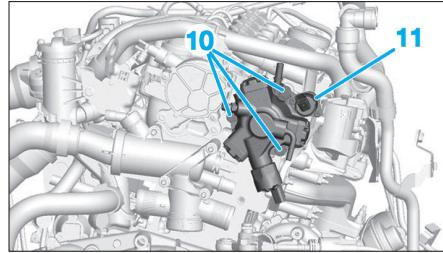

Fig. 33
- le tuyau d'arrivée carburant (7) de la pompe haute pression carburant,
- le tuyau de retour carburant (8) sur la pompe haute pression carburant,
- le tube d'injection haute pression carburant (9).
- les vis de fixation (10) (Fig.33).